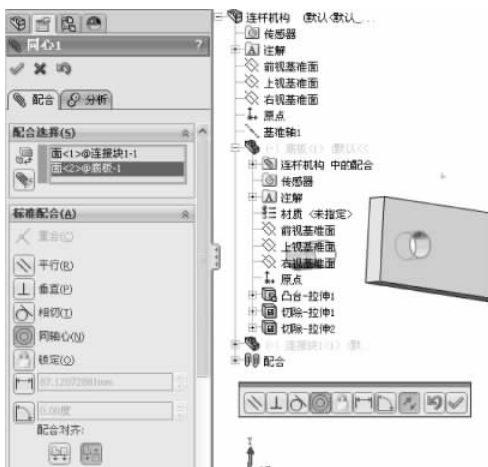

图 3-124 同轴心配合
(2) 单击【装配体】工具栏中的【配合】按钮 , 弹出【配合】的属性设置。选择【标准配合】选项组下的【同轴心】配合类型 , 在【要配合的实体】选择框  中选择如图 3-124 所示的面, 其他保持默认, 单击【确定】按钮 , 完成同轴心的配合。